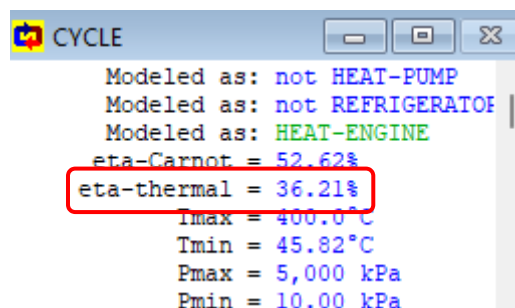

Figure 2: Les résultats du CyclePad.
Q.1) La valeur du rendement thermique est 36.21 %, cette valeur est donné par le logiciel et se trouve dans la figure 2.